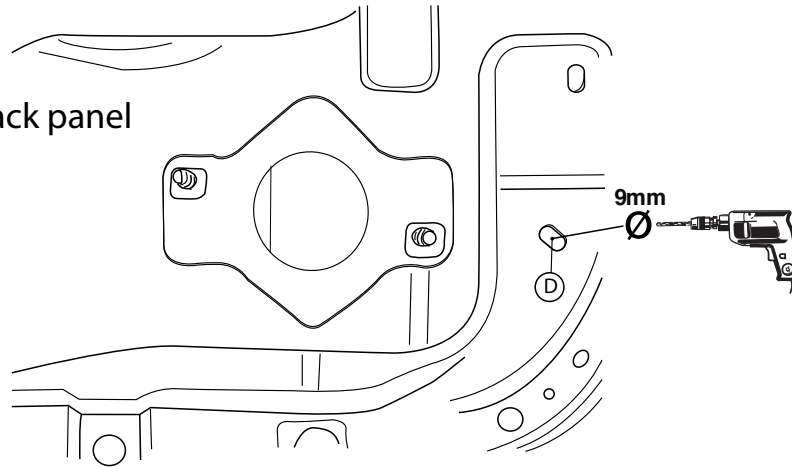

Fig.4
5. Просверлить отверстия D сквозь заднюю стенку диаметром 9 мм. См. рисунок 4.